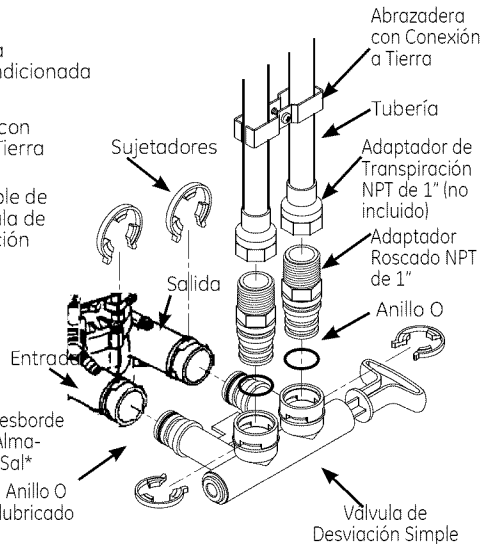

Figura 7
1. Visualmente controle y elimine cualquier escombros de los puertos de entrada y salida de la válvula del suavizante de agua; vea la Figura 7.
3. Si aún no se realizó, coloque una cobertura luminosa de grasa de silicona en los anillos o de desviación simple; consulte la Figura 7.